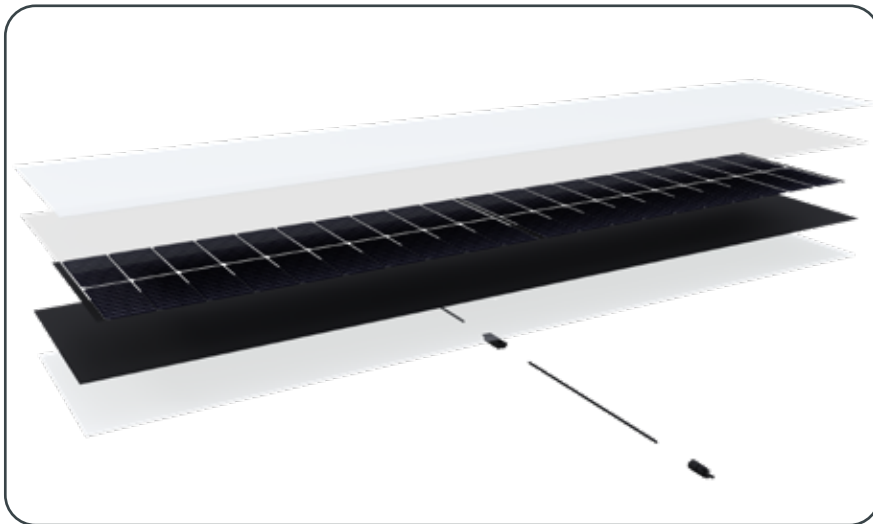

Figure 1 - Module solaire PREFALZ
- Il ne faut pas dépasser l'espacement maximal de 330 mm entre les pattes, de centre à centre (Fig. 1).
- Positionner et marquer la chatière (Fig. 1)